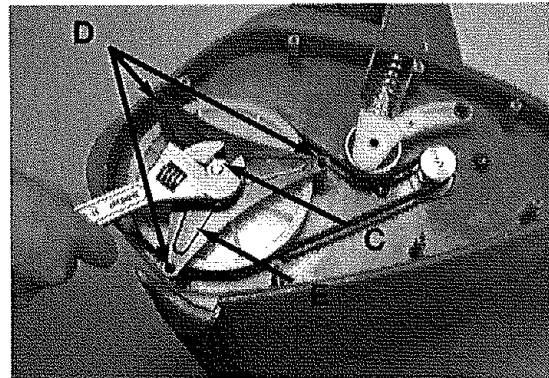

Fig. 8
2. Enlevez l'écrou de verrouillage du panneau (C) et enlevez les 3 vis (D) du capot de la courroie (E) à l'aide d'un tournevis à bout en étoile #T20 ou à bout plat. (Fig. 8)
4. Enroulez la nouvelle courroie autour de la poulie entraînée et de la poulie d'entraînement (Fig. 8). Tirez sur le tensionneur de courroie (bras inerte) pour l'éloigner de la poulie d'entraînement et installer la courroie autour de la poulie entraînée et de la poulie d'entraînement (Fig. 8). Tirez sur le tensionneur de courroie (bras inerte) pour l'éloigner de la poulie d'entraînement et installer la courroie autour de la poulie d'entraînement.